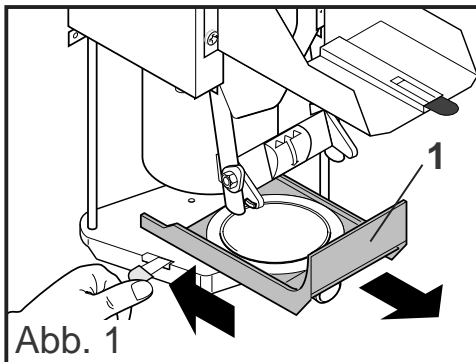

Abb. 1
Siebplattenhalter (1) herausziehen (Abb.1).
- von oben schräg einführen, (Abb. 1)
- auf den Träger des Siebplattenhalters (1) absetzen, (Abb. 1)
- in waagerechter Position nach vorn bis zum Schaberarmhalter (2) schieben, (Abb. 1)
- Siebplatte einsetzen. Darauf achten, daß der Riegel einrastet und die Siebplatte von den Schaberarmen geführt wird. Auf den richtigen Sitz der Scheibe (1) achten. (Die glatte Seite muß zur Dichtung (2) weisen.) (Abb.1,2)
- Den Riegel (2) unten an der Behälterkonsole herunterdrücken, den Produktbehälter (1) nach vorn entnehmen und leeren. (Abb.1)